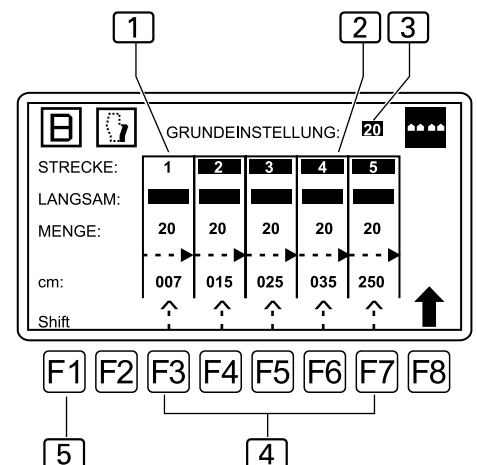

Abb. 6
**Abb. 6:** Die erste Einzelstrecke **1** ist deaktiviert, die vier restlichen Strecken **2** sind aktiviert (Strecke 2-5 sind schwarz hinterlegt und als aktiv gekennzeichnet).